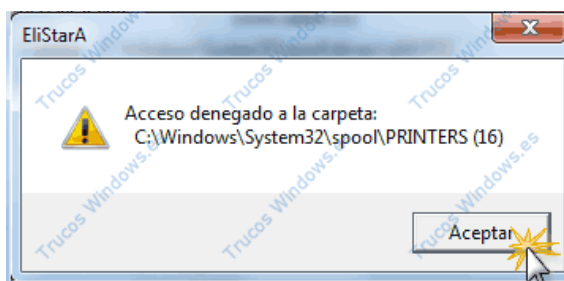

FIGURA 13
10. Si no hemos mostrado todas las carpetas y archivos ocultos se nos abrirán ventanas de este tipo, Aceptamos (Figura 13).